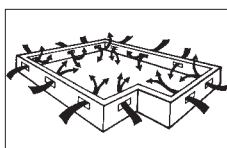

Figura 1
- Los sòlanos bajos debe tener un mínimo de 18" (46 cm) desde el suelo a la parte inferior de las vigas. Es necesario cubrir el suelo con una película de polietileno negro de 6–20 mil que actuará como barrera de vapor, con las juntas espaciadas a seis pulgadas y pegadas con cinta adhesiva. El sòlano bajo deberá tener una ventilación de perímetro igual al 1.5% de los pies cuadrados del sòlano bajo, como mínimo. Estas aberturas de ventilación deberán estar debidamente ubicadas para promover la ventilación cruzada (Figura 1). De ser necesario, las normas locales prevalecerán.